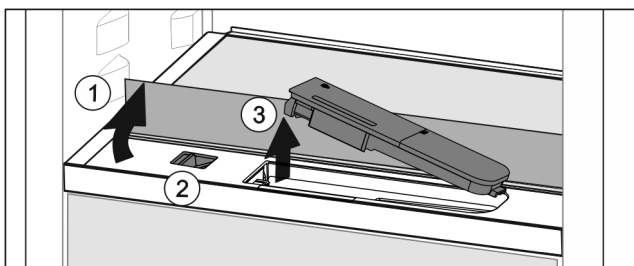

Fig. 150
- ▶ Nosta lasilevyä ja käännä se taaksepäin vasteeseen saakka Fig. 150 (1).
- ▶ Siirrä säädintä Fig. 150 (2) vasemmalle.
- ▶ Poista vesisäiliö Fig. 150 (3).